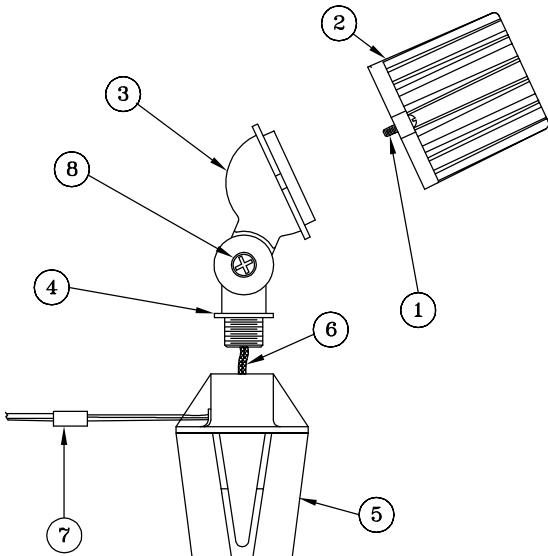
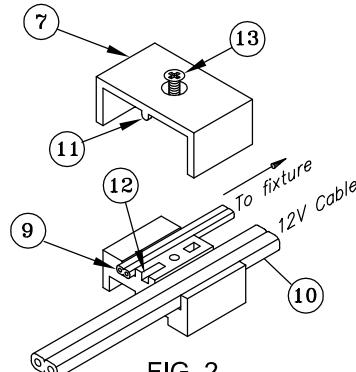

FIG. 1
FIG. 2
- 1.- Disassemble fixture by loosening Housing Screws (1) and Sliding Housing (2) from Fixture Body (3). (Fig. 1) **CAUTION:** All glass is fragile, use care when handling.
- 2.- Install lamp (NOT FURNISHED). Replace Housing (2) on Fixture Body (3) and secure in place with Housing Screws (1). (Fig. 1)
- 3.- Thread fixture swivel (4) firmly down into Ground Stake (5) (Fig. 1).
- 4.- Slip Fixture Wires (6) out through open side of Stake (5) and make connections to supply wires using Wire Connectors (7) as shown. (Fig. 1). Point fixture in desired direction and push Stake (5) down into ground until top of Stake (5) is even with grade. (Fig. 1). Adjust fixture direction then lock into place with Swivel Adjustment Screw (8).
- 5.- Connect Fixture Wire (9) to selected 10 or 12 Ga. Cable (10) with the Wire Connector Assembly (7) provided with fixture. (Fig. 2)
- 6.- Press 10 Ga. cable into slot marked 10 Ga. Press 12 Ga. cable into slot marked 12 Ga. Lay the 18 Ga. Wire into slot marked 18 Ga. (Fig. 2)
- 7.- Assemble the Wire Connector (7) by aligning the Tab (11) of the contact half of the connector with the Notch (12) in the wired half of the connector. (Fig. 2)
- 8.- Compress the two halves by securely tightening the Thread Cutting Screw (13), forcing the contacts into the wires. (Fig. 2)
1.- Desarme el aparato de luz aflojando los tornillos de la caja (1) y deslice la caja (2) del aparato de luz (3). PRECAUCIÓN: El vidrio es frágil, tenga cuidado al manejarlo.
2.- Instale la bombilla (no incluida). Reponga la caja (2) ubicada en el aparato de luz (3) y asegúrela con los tornillos de la caja (1). (Fig.1).
3.- Enrosque firmemente el cabezal giratorio del aparato de luz (4) en la estaca (5) (Fig. 1).
4.- Deslice los alambres del aparato de luz (6) hacia afuera en el lado abierto de la estaca (5) y haga las conexiones a los alambres de suministro usando los conectores para alambres (7) como se muestra (Ver Fig. 1). Oriente el aparato de luz en la dirección deseada y entierre la estaca (5) en el terreno hasta que el borde superior de la estaca (5) quede a ras del suelo. (Ver Fig. 1). Ajuste el aparato de luz, luego asegúrelo usando el tornillo del cabezal giratorio (8).
5.- Conecte el alambre del aparato de luz (9) al cable de 10 o 12 Ga seleccionado (10) usando el conectador de alambres (7) provisto con el aparato de luz.
6.- Introduzca el cable de 10 Ga. en la ranura indicada 10 Ga. Introduzca el cable de 12 Ga. en la ranura indicada 12 Ga. Coloque el alambre de 18 Ga. en la ranura 18 Ga. (Fig. 2) Precaución: Los alambres deben quedar planos en la ranura.
7.- Ensamble el conectador de alambres (7) alineando la lengüeta (11) de la mitad del conectador que hace conexiones con la muesca (12) en la mitad del conectador que contiene alambres. (Fig. 2)
8.- Comprima las dos mitades ajustando firmemente el tornillo cortante (13), forzando los contactos en los alambres. (Fig. 2)
1.- Démontez le dispositif d'éclairage en desserrant les écrous du boîtier (1) et glisser le boîtier (2) du dispositif d'éclairage (3). (Voir Figure 1). MISE EN GARDE: Le verre est toujours fragile; maniez avec prudence.
2.- Installez l'ampoule (non fournie). Placez à nouveau le boîtier (2) sur le corps du dispositif d'éclairage (3) et serrez en place à l'aide des écrous du boîtier (1). (Voir Figure 1).
3.- Vissez le pivot du dispositif (4) bien dans le pieu (5) (Figure 1).
4.- Faites passer les fils du dispositif d'éclairage (6) vers l'extérieur à travers le côté ouvert du pieu (5) et faites les connexions aux fils d'alimentation à l'aide des connecteurs des fils (7) selon le diagramme. (Voir Figure 1). Orientez le dispositif d'éclairage vers la direction désirée et enfoncez le pieu (5) dans la terre jusqu'à ce que la partie supérieure du pieu (5) reste au ras de la terre. (Voir Figure 1). Ajustez l'orientation du dispositif et ensuite bloquer en place à l'aide de l'écrou de réglage du pivot (8).
5.- Reliez le fil du dispositif d'éclairage (9) au câble sélectionné de 10 ou 12 Ga. (10) à l'aide du connecteur de fils (7) fourni avec le dispositif d'éclairage. (Fig. 2)
6.- Introduisez le câble de 10 Ga. dans la rainure indiquée 10 Ga. Introduisez le câble de 12 Ga. dans la rainure indiquée 12 Ga. Placez le fil de 18 Ga. dans la rainure indiquée 18 Ga. (Fig. 2) Mise en Garde: Les fils doivent reposer à plat dans la rainure.
7.- Assemblez le raccord (7) alignant la languette (11) de la moitié du raccord pour connexions avec le cran (12) dans la moitié du raccord munie de fils. (Fig. 2)
8.- Appuyez sur les deux moitiés en vissant à fond l'écrou de perçage (13), forçant que les contacts pénètrent les fils. (Fig. 2)